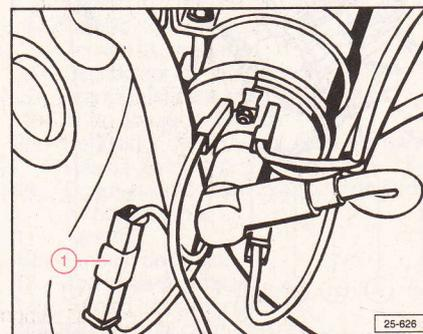

Fig. 4.66
Desconectar la unión enchufada (1) (Fig. 4.66).